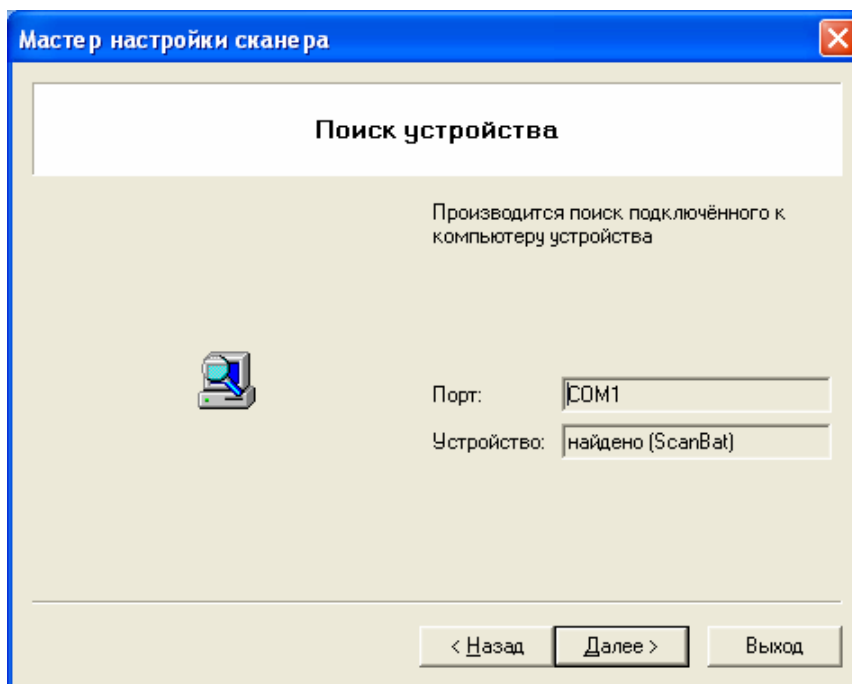

Рис. 8 Окно "Поиск устройства"
2. **Поиск устройства.** (Рис. 8) Дождитесь, пока программа найдёт подключенный сканер, т.е. в полях **Порт** и **Устройство** установятся найденные значения, и нажмите кнопку **Далее**.